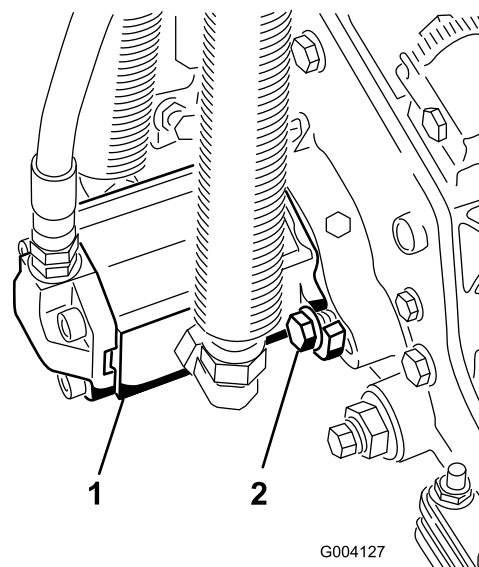

Bild 16
11. Montieren Sie den Motor; drehen Sie ihn nach rechts, damit die Motorflansche nicht die Kopfschrauben berühren (Bild 16).